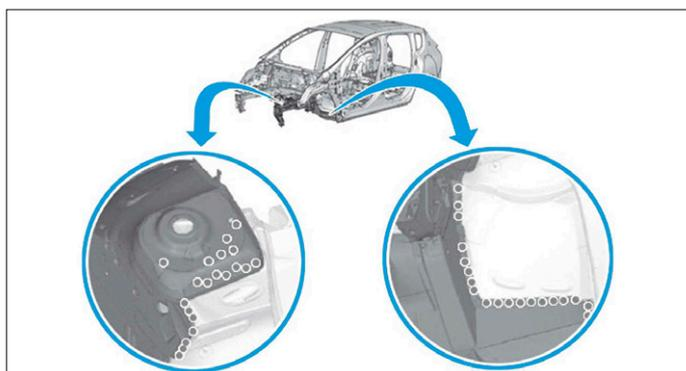
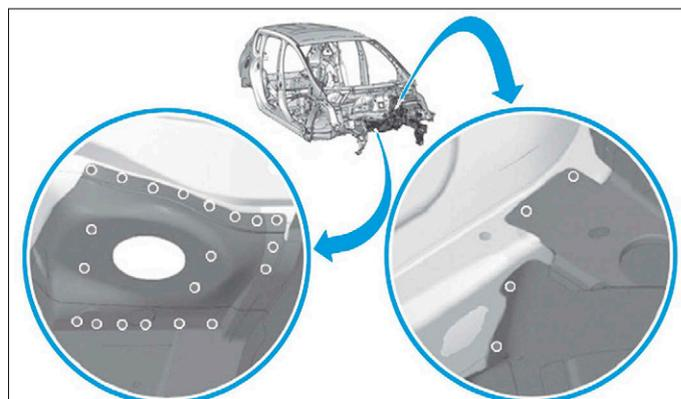
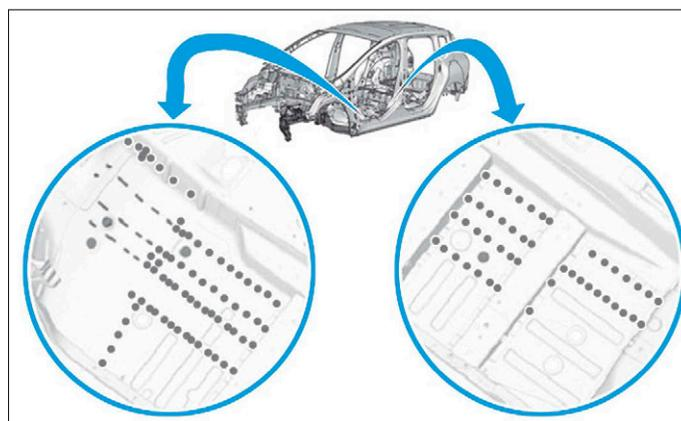
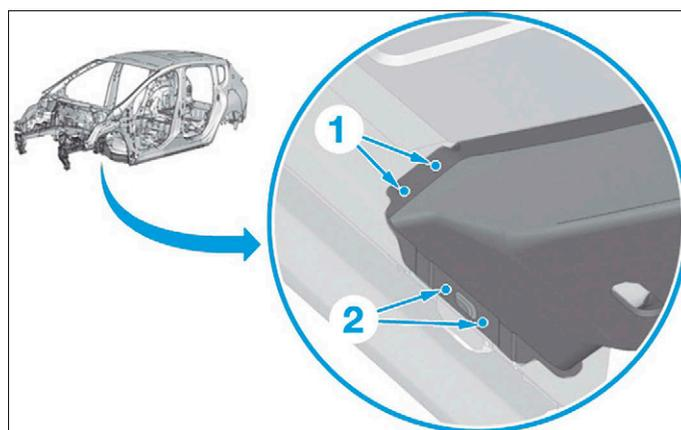

FIG. 20
FIG. 21
FIG. 22
FIG. 23
- Souder par points bouchons MAG puis en (1) (Fig.20), (Fig.21), (Fig.22), et (Fig.23).